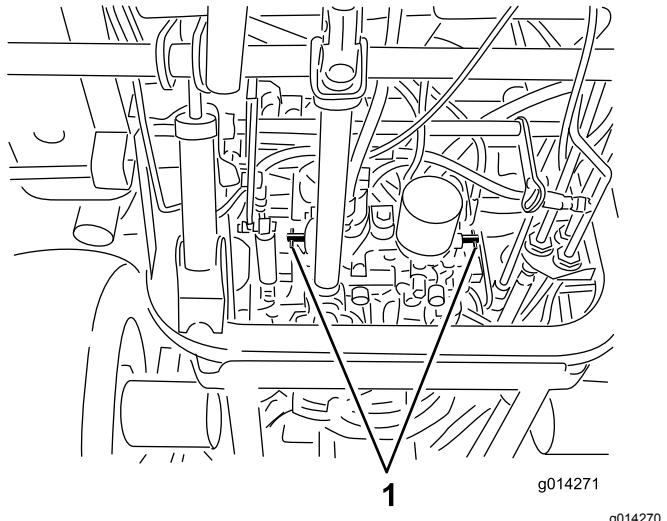

Figura 26
4. Rode cada válvula de derivação no sentido contrário aos ponteiros do relógio 1 volta (Figura 26).
1. Rode cada válvula de derivação 1 volta no sentido dos ponteiros do relógio e aperte-as à mão (Figura 26).
2. Aperte as válvulas com 8 N·m, como se mostra na Figura 26.